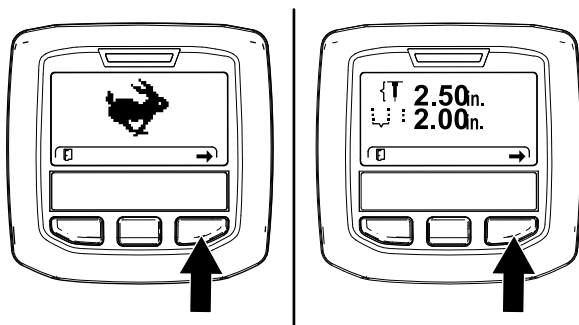
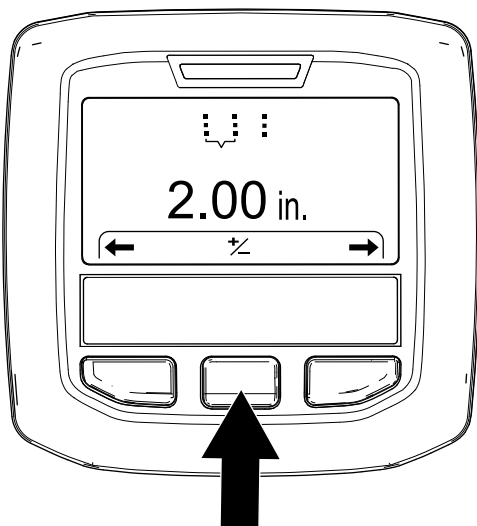

Bild 54
Bild 55
3. Drücken Sie die rechte InfoCenter-Taste, bis der Bildschirm „Einstellen des Lochabstands“ angezeigt wird (Bild 54 und Bild 55).